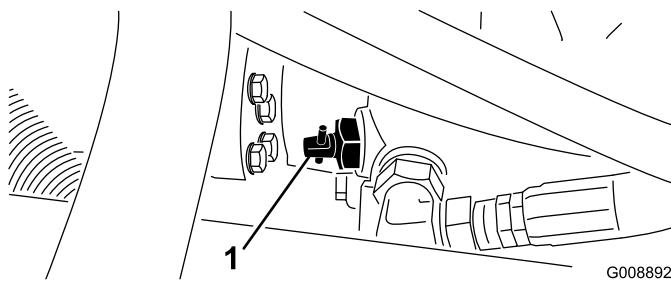

Figura 27
- Girate la valvola di bypass, sulla pompa (Figura 27) a 90°.